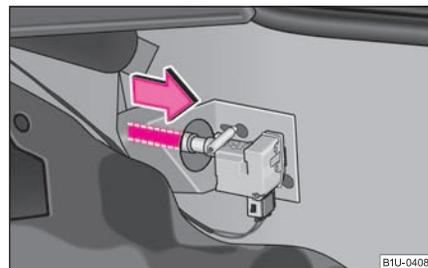

Fig. 147 Coffre à bagages: Déverrouillage de secours de la trappe du réservoir
- Tirez le câble dans le sens de la flèche jusqu'à ce que la trappe du réservoir se déverrouille ⇒ page 161, fig. 147.